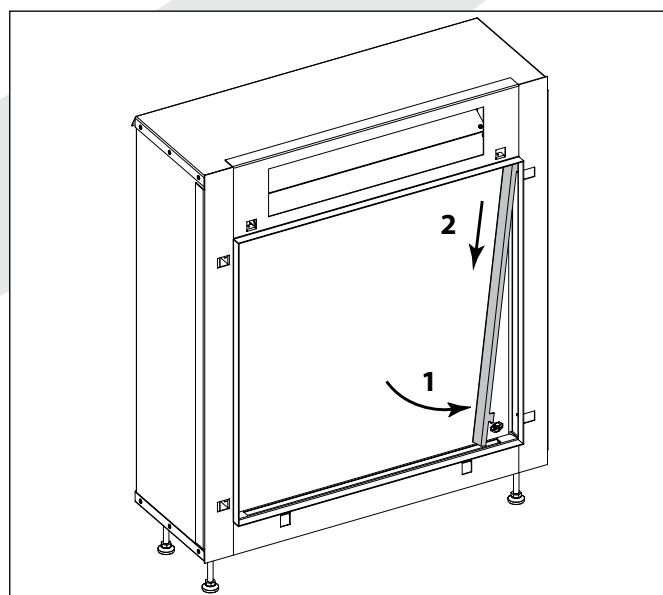

Figure 10
5. Placez la moulure droite (**figure 10**). Placez de la même façon la moulure gauche.